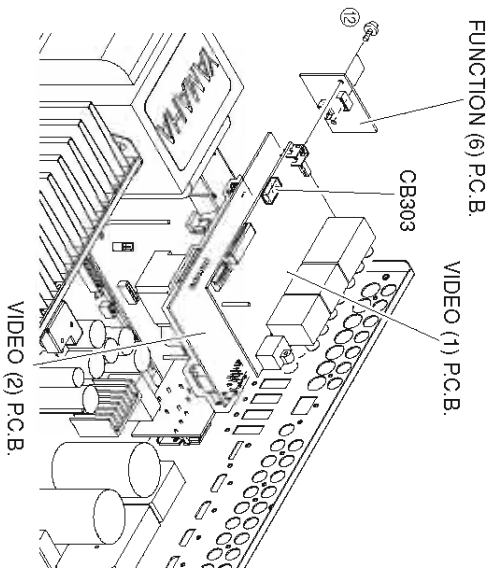

Fig. 4
6. Removal of VIDEO (1) and (2) P.C.B.s
- a. Remove 2 screws (12) and then remove the FUNCTION (6) P.C.B. which is connected directly to the VIDEO (1) and (2) P.C.B.s with board to board connectors. (Fig. 4)
- c. Remove CB303. (Fig. 4)
- d. Remove the VIDEO (1) P.C.B.. (Fig. 4)
- f. Remove the VIDEO (2) P.C.B.. (Fig. 4)
6. VIDEO (1)、(2)P.C.B.の外し方
- a. ⑫のネジ2本を外し、FUNCTION(6)P.C.B.を取り外します。(Fig. 4)
- ただし、FUNCTION(6)P.C.B.は、VIDEO(1)、(2)P.C.B.に基板対基板コネクターで直接接続されています。(Fig. 4)
- c. CB303を外します。(Fig. 4)
- d. VIDEO(1)P.C.B.を取り外します。(Fig. 4)
- f. VIDEO(2)P.C.B.を取り外します。(Fig. 4)